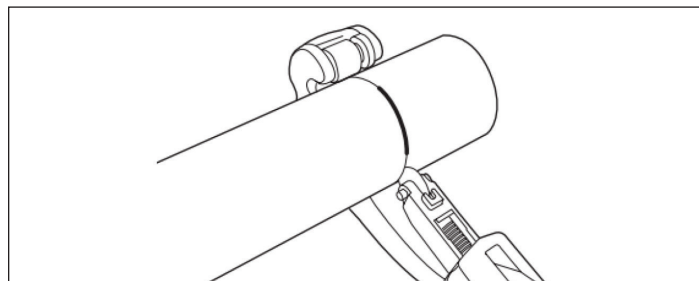

Figure 1-2
5. À l'aide du coupe-tube approprié avec la molette de coupe **TracPipe** FGP-E-5272, fendez la gaine noire sur environ les trois quarts de son épaisseur. Faites très attention de **NE PAS** couper ou rayer le tube ondulé en acier inoxydable! (figure 1-2)